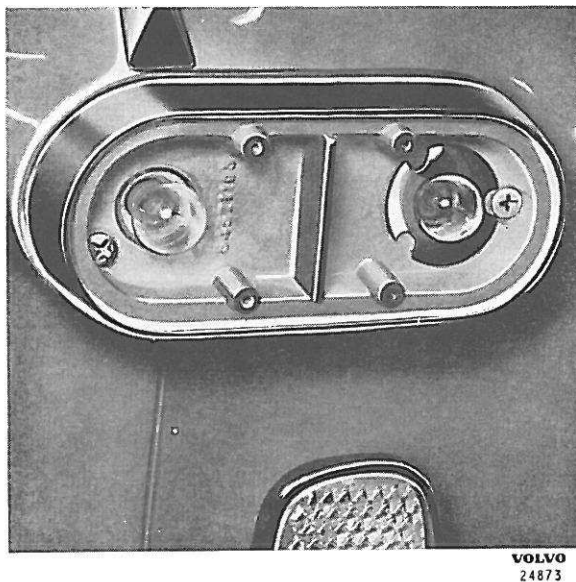

Figure 89. Feux arrière, verre déposé
2. Enlever les deux vis de fixation du boîtier du feu arrière sur la carrosserie, figure 89. Les écrous sont accessibles de l'intérieur du coffre à bagages.